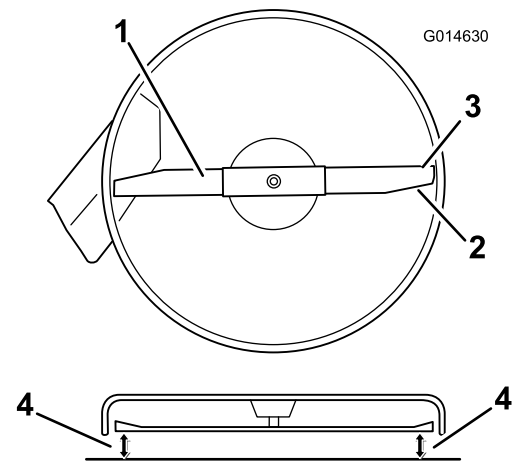

Figure 52
4. Faites pivoter la ou les lames avec précaution pour qu'elles soient toutes parallèles dans le sens transversal (Figure 52).
5. Mesurez la distance entre les tranchants extérieurs et le sol plat (Figure 52).